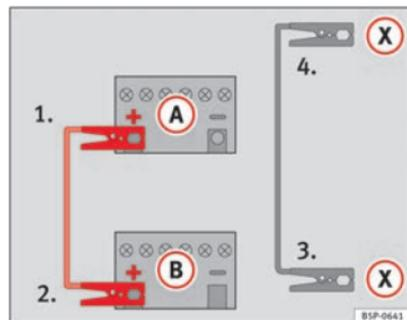

Fig. 215 Esquema de conexión para vehículos con sistema Start-Stop.
- **En los vehículos con sistema Start-Stop:** Emborne un extremo del cable *negro* de emergencia (X) a un terminal de masa adecuado, a una pieza de metal maciza que vaya atornillada al bloque motor o al mismo bloque motor ⇒ fig. 215.
5. Emborne el otro extremo del cable *negro* de emergencia (X), en el vehículo con la batería descargada, a una pieza de metal maciza que vaya atornillada al bloque motor o al mismo bloque motor pero más alejado posible de la batería (A).